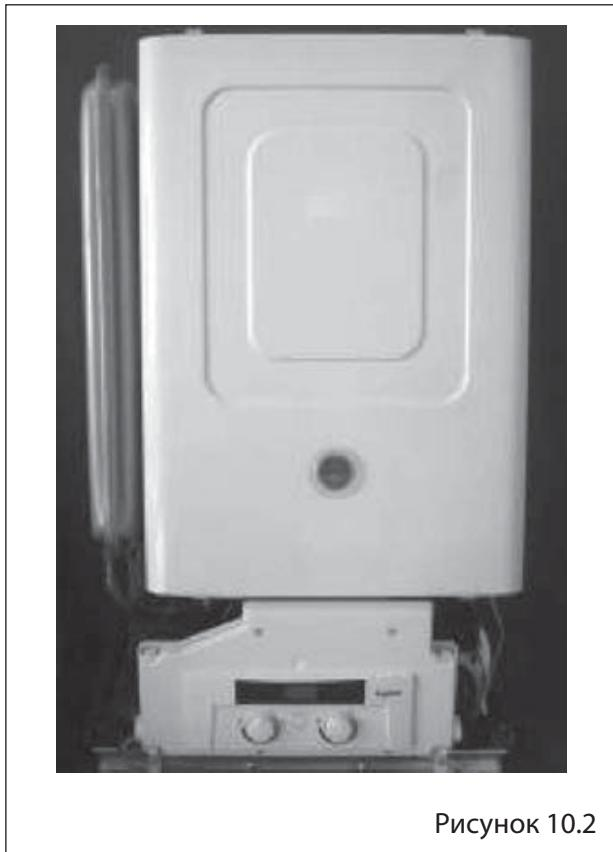

Рисунок 10.2
- Снимите внутреннюю панель корпуса, открутив два винта. Поднимите внутреннюю панель корпуса и освободите удерживающие скобы. Смотрите рисунок 10.2.